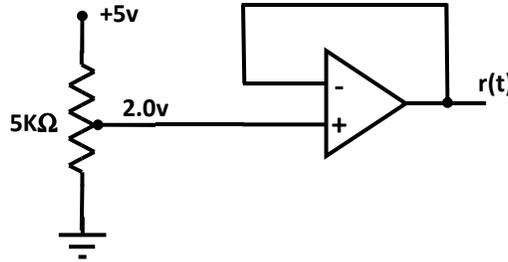

Figura 6.5.- Seguidor de voltaje usado para generar la referencia de velocidad.
- 2) Para fijar el punto de operación cerca de la mitad del rango, colocar la referencia en  $r(t)=12.0v$ . Utilizar el circuito seguidor de voltaje mostrado en la figura 6.5.
- 4) Para obtener la respuesta al escalón, a continuación se deberá generar una señal cuadrada de niveles TTL (0 y 5 volts) mediante el generador de señales con una frecuencia de aproximadamente 1 Hz y con ella alimentar el potenciómetro de la figura 6.5. y se cerrará el lazo de retroalimentación